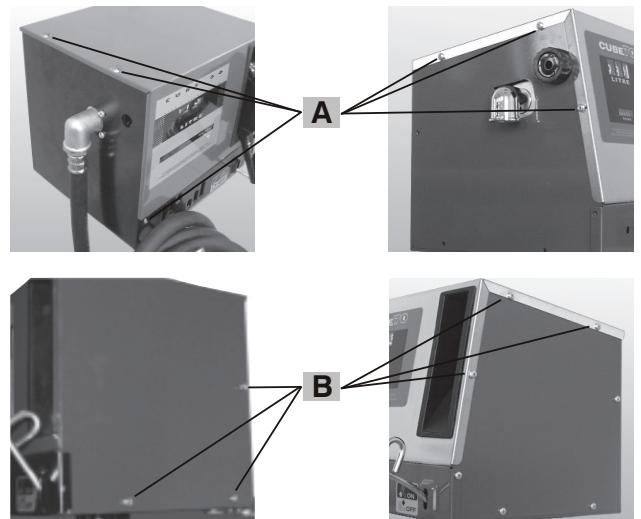

Fig. 4.1 – CUBE åpnes og lukkes
- Skru ut de tre kryssporskruene på venstre side av CUBE (fig. 4.1, A-skruene).
- Skru ut de tre kryssporskruene på høyre side av CUBE (fig. 4.1, B-skruene).